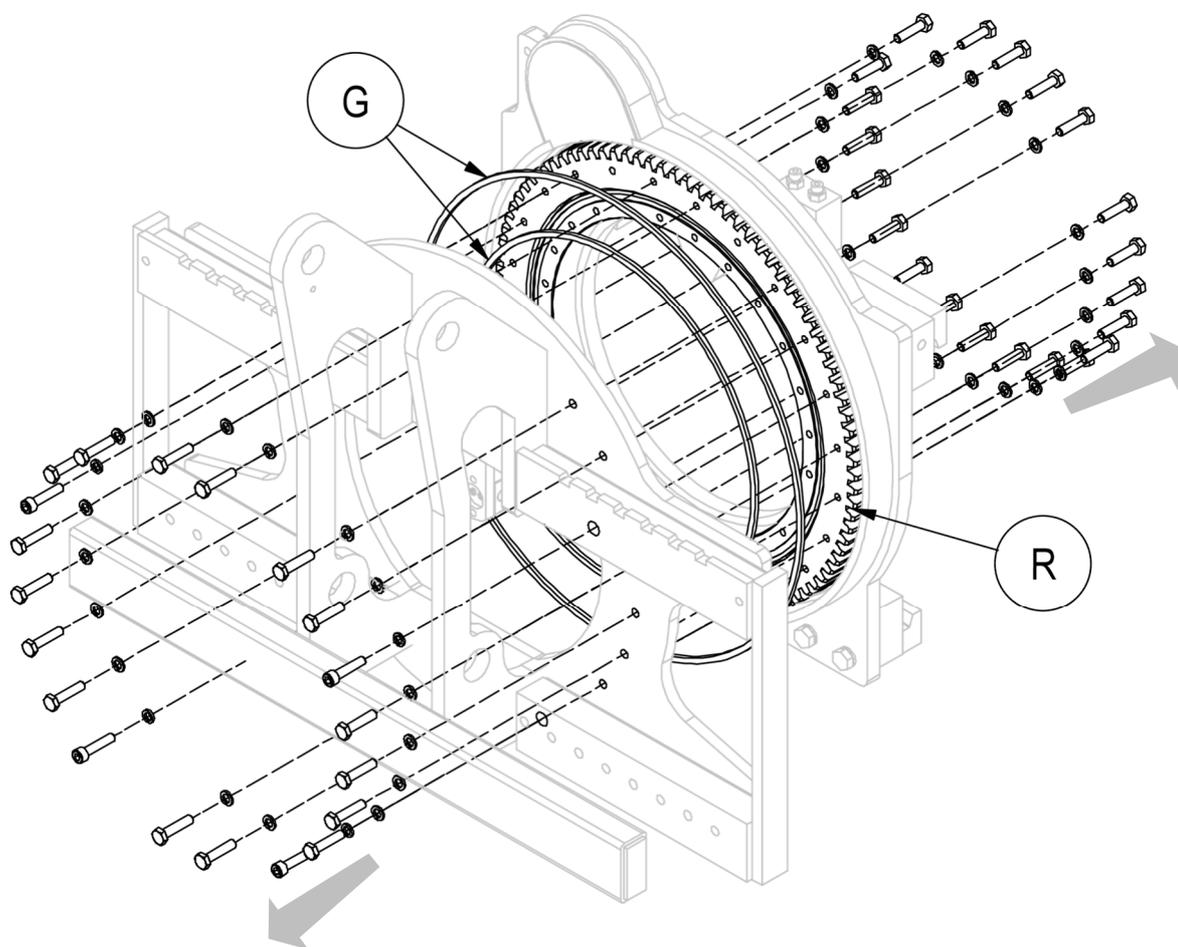

Figure 25
5. Retirer la partie avant du corps rotatif, en veillant à soutenir de manière appropriée toutes les parties pour pouvoir effectuer l'opération en toute sécurité (voir *Figure 25*).
6. Pour pouvoir retirer la crapaudine **R**, il est également nécessaire de retirer les vis de la partie arrière de l'équipement (voir *Figure 25*).